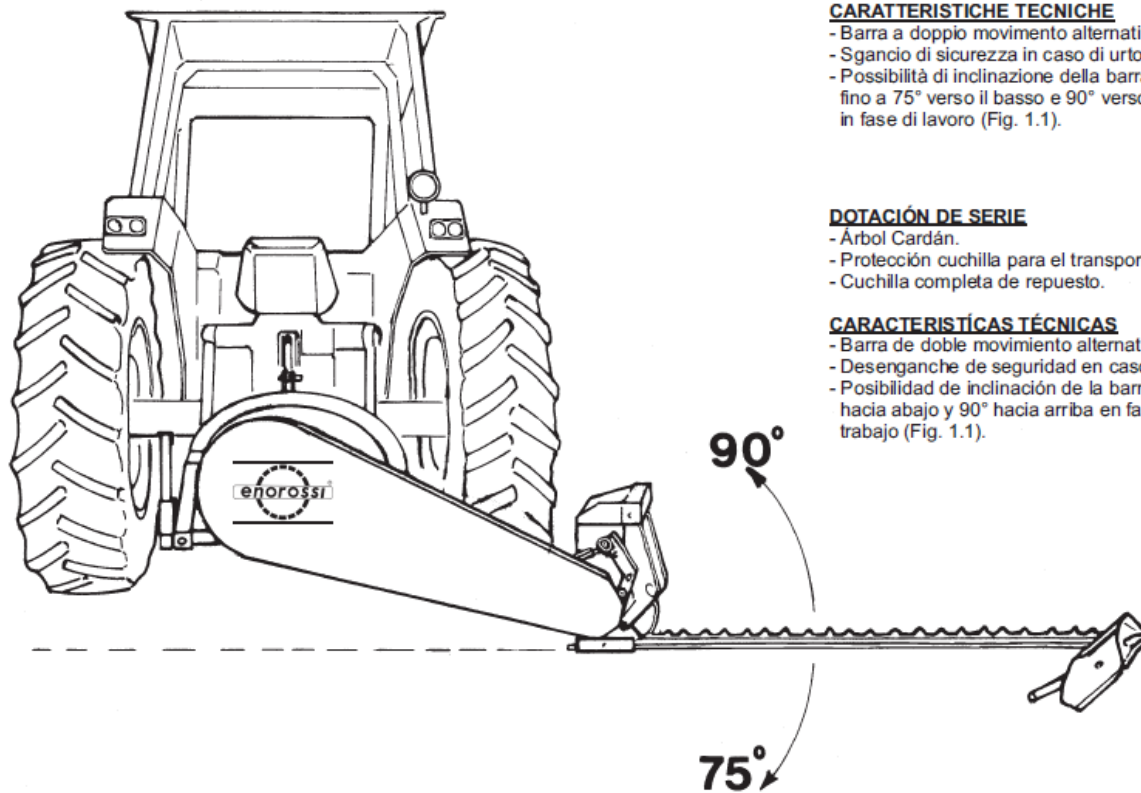

FIG. 1.1
- Possibilità di inclinazione della barra fino a 75° verso il basso e 90° verso l'alto in fase di lavoro (Fig. 1.1).
- Posibilidad de inclinación de la barra hasta 75° hacia abajo y 90° hacia arriba en fase de trabajo (Fig. 1.1).
Blade inclination up to 75° downwards and 90° upwards (Fig. 1.1).
- Possibilité d'inclinaison de la barre jusqu'à 75° vers le bas et 90° vers le haut en phase de travail (Fig. 1.1).